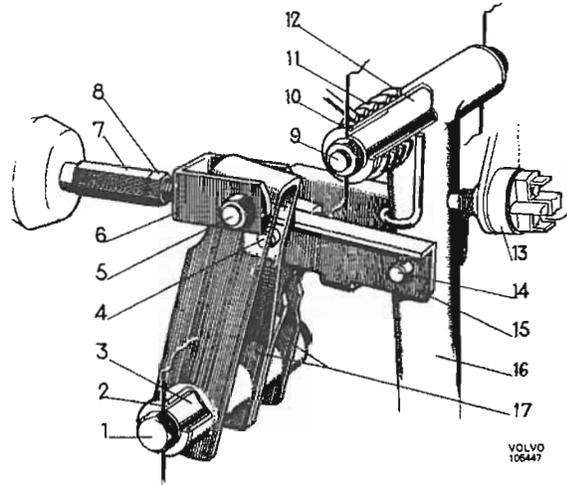

Abb. 75 Pedallagerung, 1800 S
- Betr. 1800, B 20 (linksgelenkt): Schrauben (1 u. 5, Abb. 75) ausbauen und den Hebelmechanismus herunternehmen.
- Betr. 1800, B 20 (linksgelenkt): Doppelhebel (17, Abb. 75) und Druckschienen (15) anbringen. Schrauben (1 u. 5) mit Muttern einbauen.